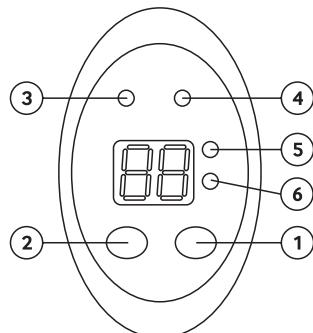

Рисунок 8: Панель управления
4.4 Для включения прибора нажмите кнопку 1 («on/off») (рис.8), последующие нажатия на эту кнопку будут менять режимы мощности. При этом:
4.4.1 Далее установите желаемую температуру нагрева воды с помощью многократного нажатия кнопки 2 («Tset») (рис.8). Шаг изменения температуры равен 5°C.